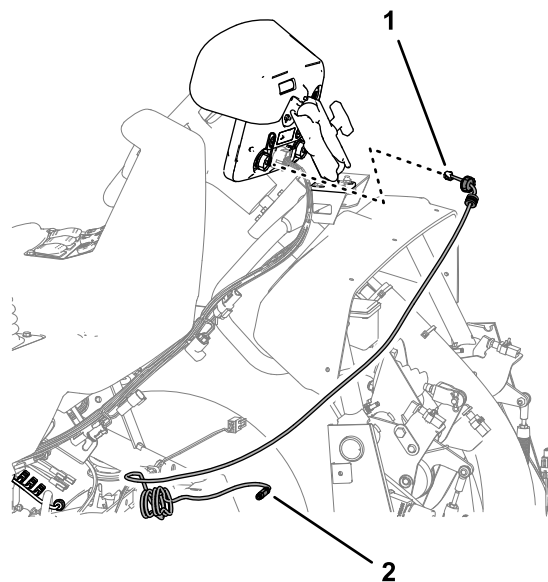

Рисунок 178
1. Направьте жгут проводов передачи данных модема с разъемом RS-232 с маркировкой X-CONSOLE (X-консоль) в сторону консоли управления (Рисунок 178).